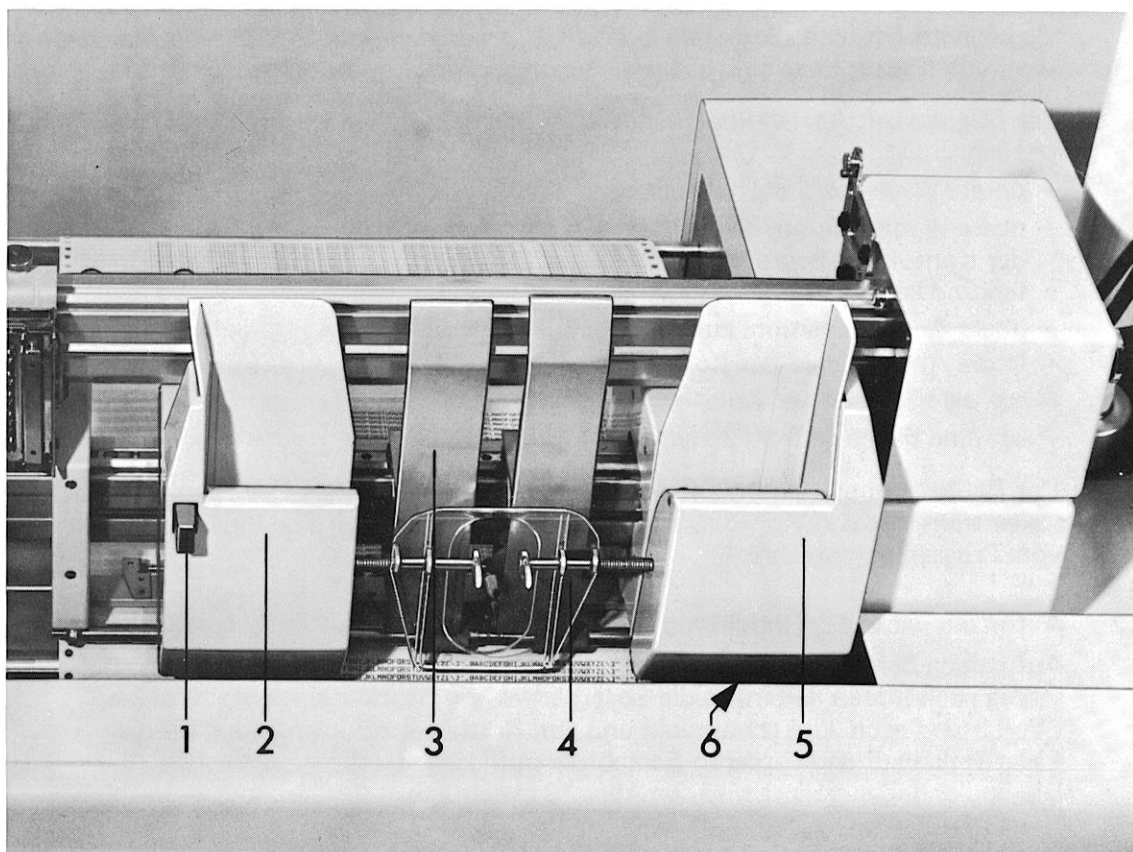

Abb. 14 MKE 3
Die rechte Kartentasche ist feststehend angebracht. Die linke Kartentasche (2) Abb. 14 lässt sich nach Eindrücken der Entriegelungstaste (1) Abb. 14 entsprechend den zugelassenen Formaten der Kontokarten auf feste Rastpunkte einstellen. Ein Betrieb außerhalb der Rastpunkte ist nicht zulässig!
Zur Kontrolle von oben in die Kartentaschen sehen, die Andruckrollen (6) Abb. 14 dürfen nicht im Schlitz sichtbar sein.